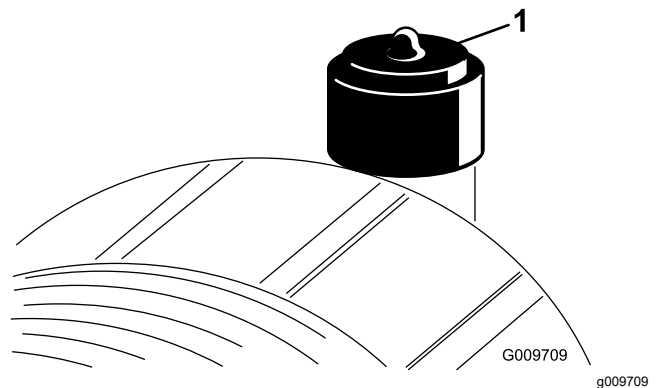

图 41
仅在维修指示灯 (图 41) 要求时才维修空气滤清器滤芯。如果是在必须更换之前才更换空气滤清器只会增加灰尘在滤清器拆下时进入发动机的几率。
2. 如果指示灯显示为红色请重设 (图 41)。